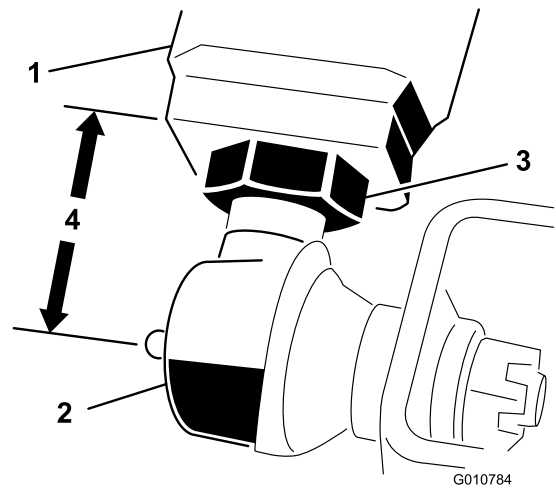

Figura 5
- Mida la distancia entre el extremo de cada brazo de empuje hasta el centro de la articulación esférica (engrasador). La distancia debe ser de 57 mm. (Figura 5).